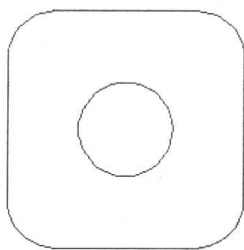

图 2-2
①指定圆的圆心或[三点 (3P)/两点 (2P)/相切、相切、半径 (T)]: 指定任一点。②指定圆的半径或[直径 (D)]: 20↵。
①输入边的数目<4>: ↵。②指定正多边形的中心点或[边 (E)]: 捕捉圆心。③输入选项[内接于圆 (I)/外切于圆 (C)]: C↵。④指定圆的半径: 50↵。如图 2-2 所示。
①选择第一个对象或[多段线 (P)/半径 (R)/修剪 (T)/多个 (U)]: R↵。②指定圆角半径<0.0000>: 20↵。③选择第一个对象或[多段线 (P)/半径 (R)/修剪 (T)/多个 (U)]: 单击正多边形的一条边。④选择第二个对象: 单击相邻的另一条边。对两